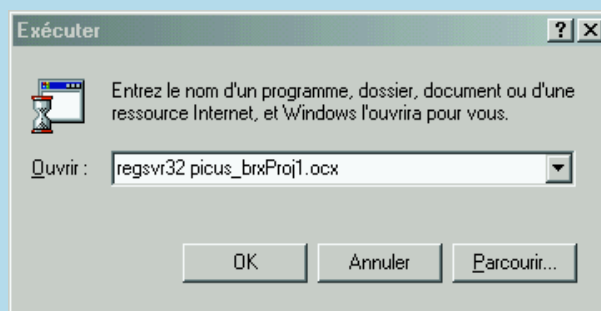
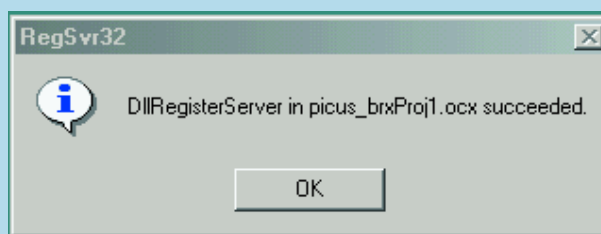

Figure 2. Le module d'exécution que tout le monde a déjà utilisé une fois dans sa vie.
Figure 3. Un message qui fait plaisir.
- 3) En cliquant sur *Démarrer* puis *Exécuter* *regsvr32 picus_brxProj1.ocx* (cf. recopie d'écran de la **figure 2**). Si cela réussit on a le message de succès ci contre (**figure 3**).